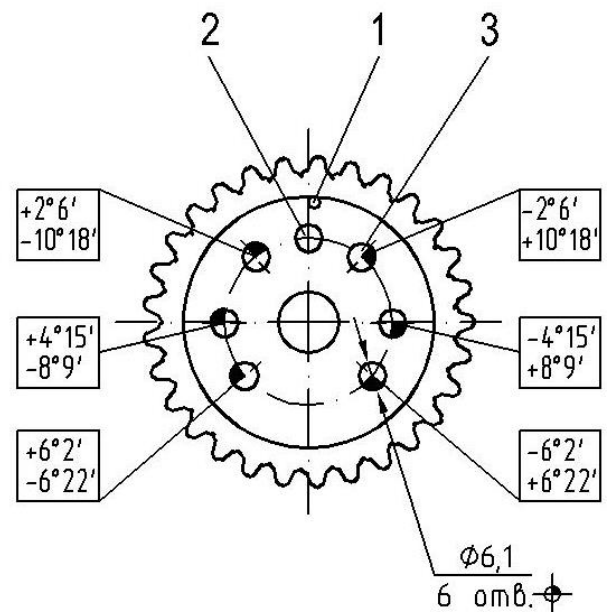

Abb. 85. Zusätzliche Befestigungslöcher in den Kettenrädern:
5. Gemäß der am Nockenwellenrad montierten Lehre 17-F-2349 bohren Sie sechs zusätzliche Löcher 3 in jedes Kettenrad (Abb. 85) 6,1 mm.
Durch die Montage des Nockenwellenrades an einer der zusätzlichen Bohrungen ändert sich der Nockenwellenwinkel, gemessen mit Nockenschablone und Sektor, um den Wert gemäß Abb. 85.